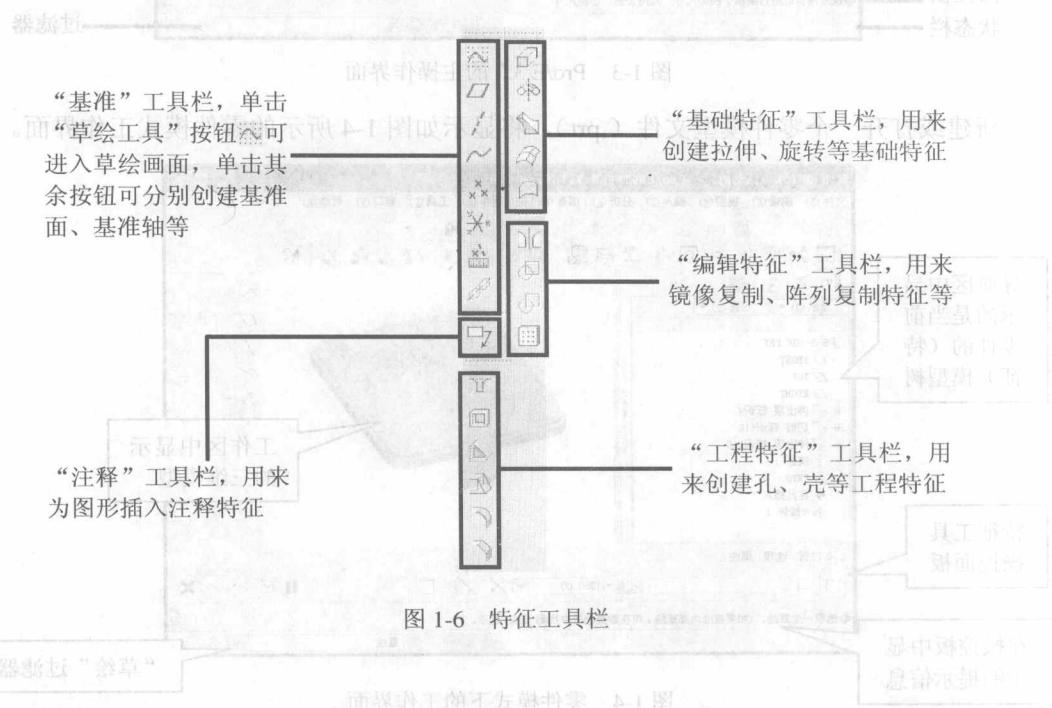

图 1-6 特征工具栏
- ❖ **特征工具栏区:** 位于 Pro/E 窗口的右侧，由“基准”、“基础特征”、“工程特征”、“注释”和“编辑特征”工具栏组成，这些工具栏沿竖直方向排列，用来显示常用的特征工具，如图 1-6 所示。